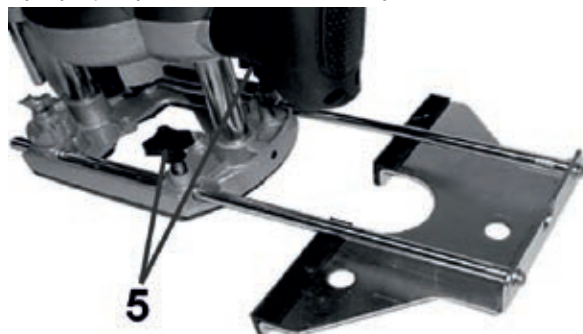

Рисунок 5
3.4.6 Параллельный (боковой) упор (рисунок 5) позволяет производить прямолинейное фрезерование пазов на выбранное расстояние от края детали параллельно контуру обрабатываемой детали.